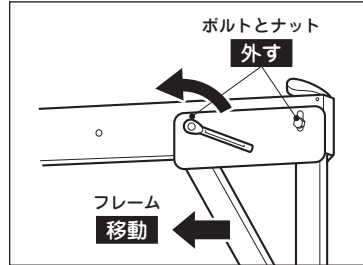

図12
- ① 組立てた状態で、片側のフレームのボルトとナット2本を外してください。（図 12）
- ② キャスタのブレーキを外し、フレームを倒さないように、フレームをビームに沿って、ゆっくりビームの穴の位置まで押してください。